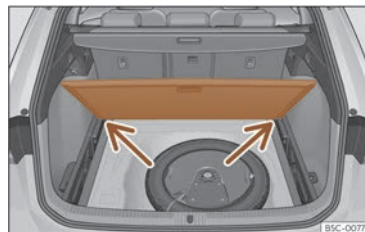

Fig. 180 Terra variable del maleter: posició inclinada.
- Recolzeu el terra sobre els espais previstos per a aquest ús >>> **fig. 180** (fletxes).